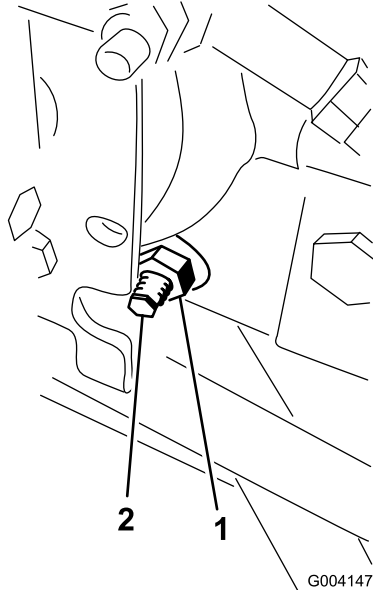

Figura 57
3. Dal lato destro dell'idrostatato, allentate il dado di bloccaggio sulla camma di regolazione della trazione (Figura 57).